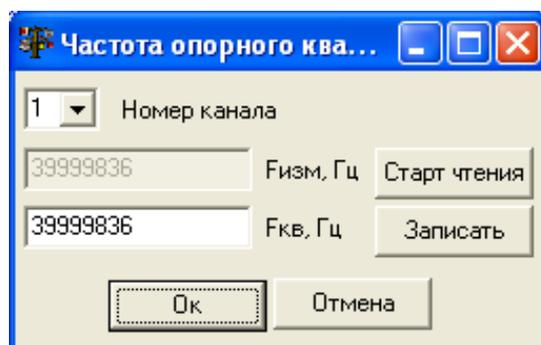

Рис. 26. Вкладка «Частота опорного кварца».
- 2.6.5. Нажмите кнопку **Изменить** справа от значения частоты опорного кварца. На мониторе появится вкладка, изображенная на рис.26.